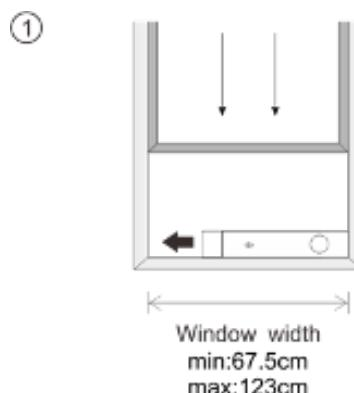

Abb. 5a
Der Fensterschieber-Satz muss „horizontal“ oder „vertikal“ installiert werden. Überprüfen Sie vor der Installation die minimale und maximale Größe des Fensters, wie in Abb. 5a und Abb. 5b gezeigt.
1. Installieren Sie den Fenstersatz am Fenster (Abb. 5a, Abb. 5b).